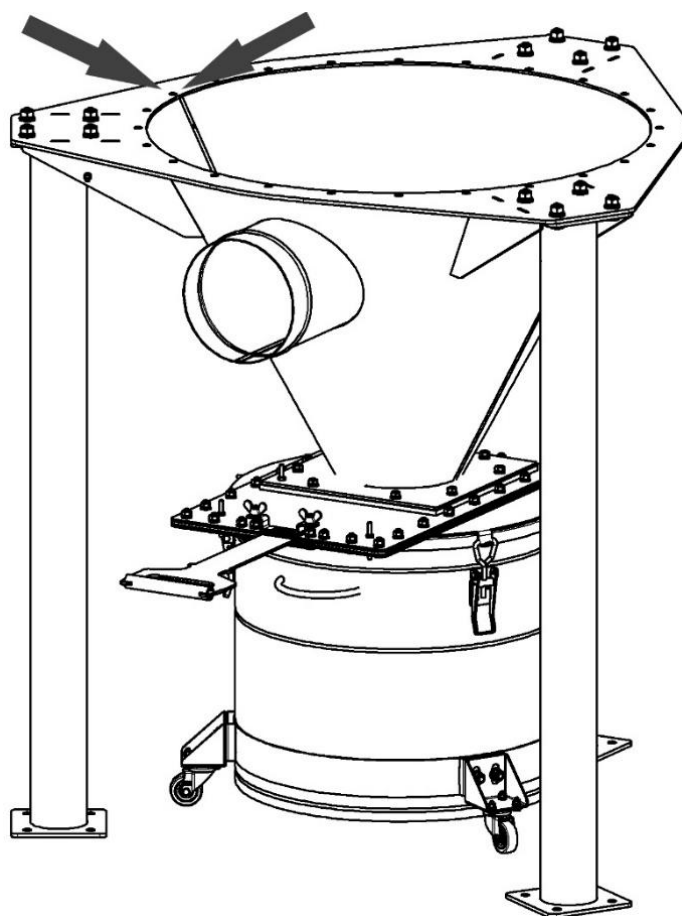

Рисунок 7
5.2.1 Разместить опорный модуль на месте будущей эксплуатации. По контуру фланца бункера с внешней и внутренней стороны от отверстий наклеить ленту уплотнительную HORDA-D, разделив ленту вдоль длины (рисунок 7). Контролировать плотное прилегание уплотнения по всему периметру фланца бункера.